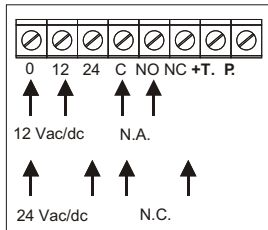
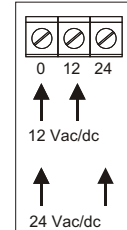
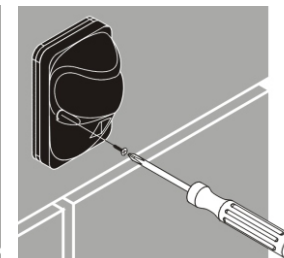

Fig. 8 / Bild. 8
Fig. 9 / Bild. 9
Fig. 14 / Bild. 14
- 6-Wenn die elektrischen Verbindungen (Bild 8 und 9)
Den Ausgangskontakt (Bild 8) verbinden:
- 6 - Après avoir procédé au raccordement électrique (fig. 8 et 9) et aux réglages (fig. 7 et 10) fixer le capot à l'aide de la vis fournies (fig. 14).
Alimenter le récepteur (fig. 8) et l'émetteur (fig. 9):
Raccorder le contact de sortie (fig. 8):